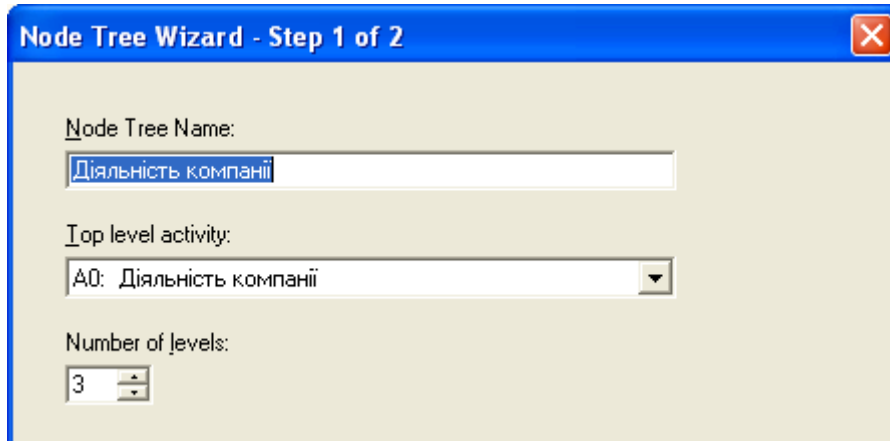

Рисунок 4.1 – Перший діалог помічника *Node Tree Wizard*
1. Виберіть у меню *Diagram/Add Node Tree*. У першому діалозі *Node Tree Wizard* внесіть ім'я діаграми, вкажіть кореневу діаграму дерева (за замовчуванням – батьківська діаграма поточної діаграми) та кількість рівнів (рис. 4.1).